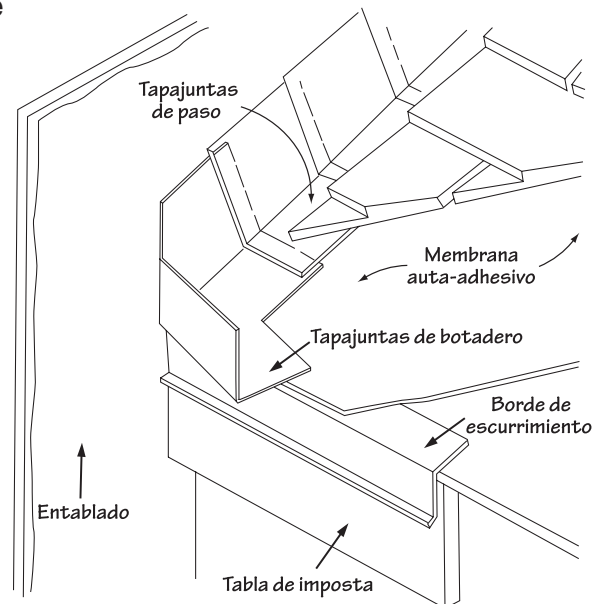

Figura 43.
- Como alternativa a la desviación, forme un "botadero" con tapajuntas metálico, como se muestra en la Figura 43.
**NOTA:** El "tapajuntas de botadero" (Figura 43) es una tira adicional de tapajuntas que sobresale del borde de la imposta que se necesita en algunas zonas de clima frío.